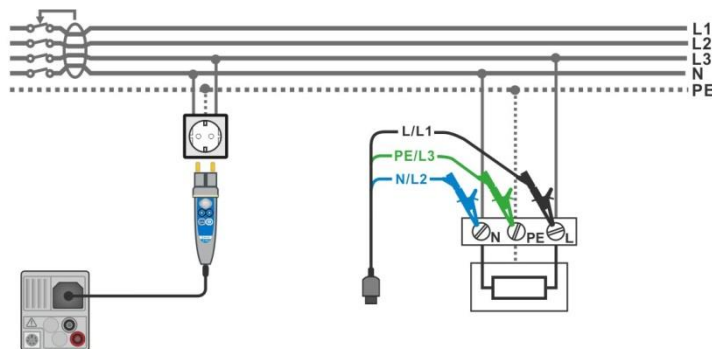

Abbildung 7.28: Anschluss des Commander-Prüfsteckers und die 3-Leiter Prüfadapter
- › Schließen Sie die Prüflösungen oder den Commander Prüfstecker am Prüfling an, siehe **Abbildung 7.28**.
- › Schließen Sie die Prüflleitungen oder den Commander Prüfstecker am Prüfling an, siehe **Abbildung 7.28**.
<ul style="list-style-type: none"> › Wählen Sie die Funktion RCD Auto. › Stellen Sie die Prüfparameter / Grenzwerte ein. › Schließen Sie die Prüfleitungen am Prüfgerät an. › Schließen Sie die Prüfleitungen oder den Commander Prüfstecker am Prüfling an, siehe Abbildung 7.28. › Starten Sie die Messung. 	Start Prüfung